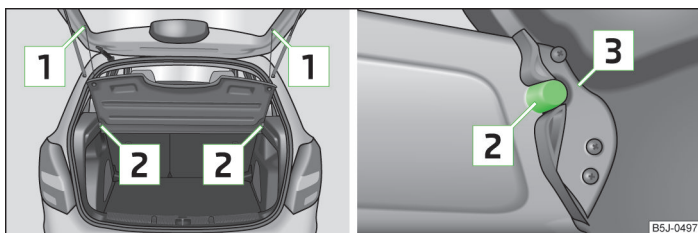

Fig. 47 Desmontar la cubierta del maletero
- Desenganche las cintas de sujeción » fig. 47.
- Coloque los alojamientos en la cubierta » fig. 47 sobre los soportes en el revestimiento lateral.
- Los alojamientos de la cubierta » fig. 47 deben estar encastrados en los soportes del revestimiento lateral .